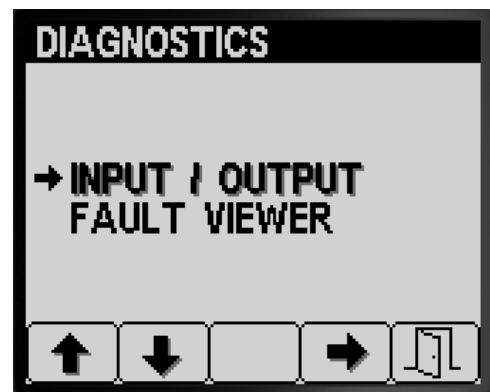

Bild 84
2. Drücken Sie Taste 4, um das DIAGNOSTIK-Untermenü auszuwählen (Bild 84).
1. Drücken Sie Taste 1 oder Taste 2 auf dem Bildschirm „Diagnostik“, bis Sie die Option INPUT/OUTPUT erreichen (Bild 84).
2. Drücken Sie Taste 3, um den Eintrag INPUT/OUTPUT auszuwählen (Bild 84).
4. Drücken Sie Taste 5, um den Bildschirm INPUT/OUTPUT zu beenden und auf den DIAGNOSTIK-Bildschirm zu gehen (Bild 84).